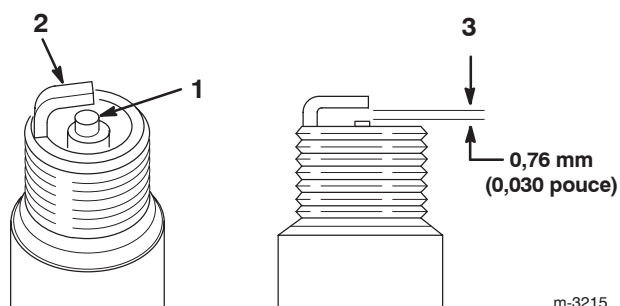

Figure 23
1. Inspectez le centre de la bougie (Fig. 23). Si le bec de l'isolateur est recouvert d'un léger dépôt gris ou brun, le moteur fonctionne correctement. S'il est couvert d'un dépôt noir, c'est généralement signe que le filtre à air est encrassé.
2. Contrôlez l'écartement entre l'électrode centrale et l'électrode latérale (Fig. 23). Courbez l'électrode latérale (Fig. 23) si l'écartement est incorrect.